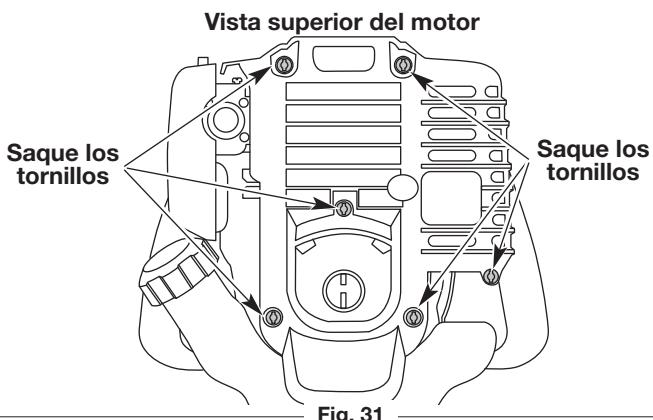

Fig. 31
1. Quite los dos (6) Tornillos de encima de la tapa del motor con un destornillador de pala o Torx #25 (Fig. 31).
4. Saque la cubierta del motor (Fig. 31).
1. Apague el motor y espere que se enfrie. Retire los seis (6) tornillos de la parte posterior de la tapa del motor con destornillador de cabeza plana o Torx No. T-25 (Fig. 31).